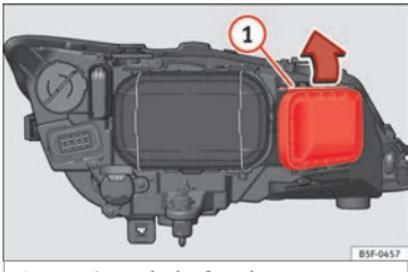

Fig. 108 Ampoule des feux de route.
- Déplacez le tirant »» fig. 108 ① dans le sens de la flèche puis retirez le cache.